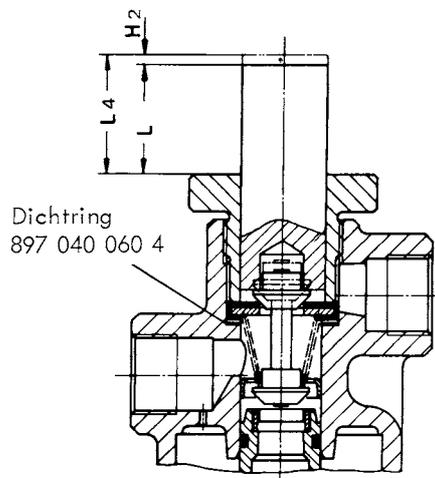

Abb. 4
c) Mit der Tiefenlehre das Maß L3 bei entspannter Trittplatte messen. (siehe Abb. 4)
d) Trittplatte über die Kreuzgriffschraube der Spannvorrichtung bis zum Anschlag durchdrücken. Dann das Maß L4 messen (siehe Abb. 4).